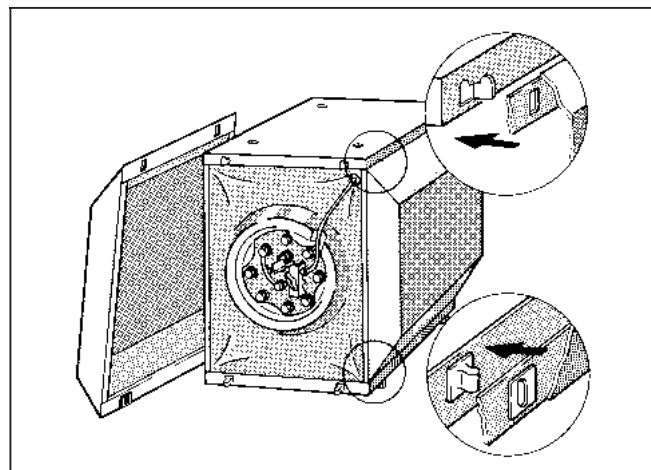

Рис. 15
При монтаже в распакованном виде, в целях предотвращения повреждений, возможно снять переднюю стенку и боковые стенки (рис. 15)
- Оттянуть переднюю стенку бойлера, или боковую стенку, снизу, в направлении вперед, и снять с зацепления сверху у корпуса бойлера (рис. 15).